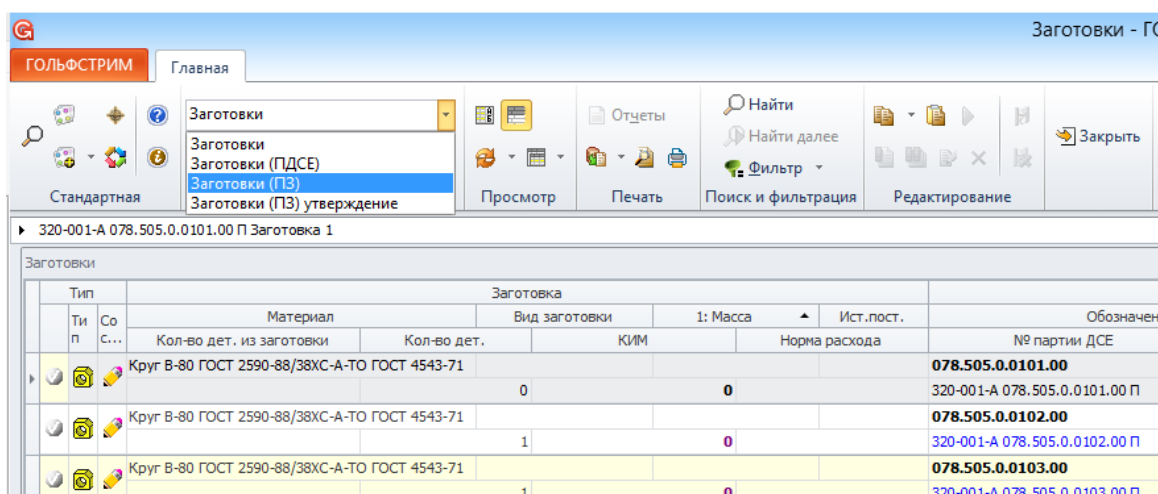

Рисунок 9: Пример смены компоновки
- 2.1. На панели инструментов окна задачи, в верхнем левом углу из выпадающего списка выбрать необходимую компоновку (рис. 9).